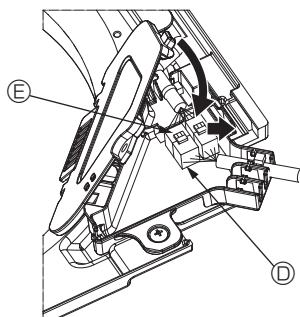

Fig. 5-10
- ③ Nach dem Positionieren der Kabel im Anschlusskasten den Anschlusskastendeckel schließen. Sicherstellen, dass die Kabel nicht eingeklemmt werden. (Fig. 5-10) Beim Schließen des Anschlusskastendeckels den Deckel in Pfeilrichtung schieben und darauf achten, dass die Haltenase fest eingesetzt ist.